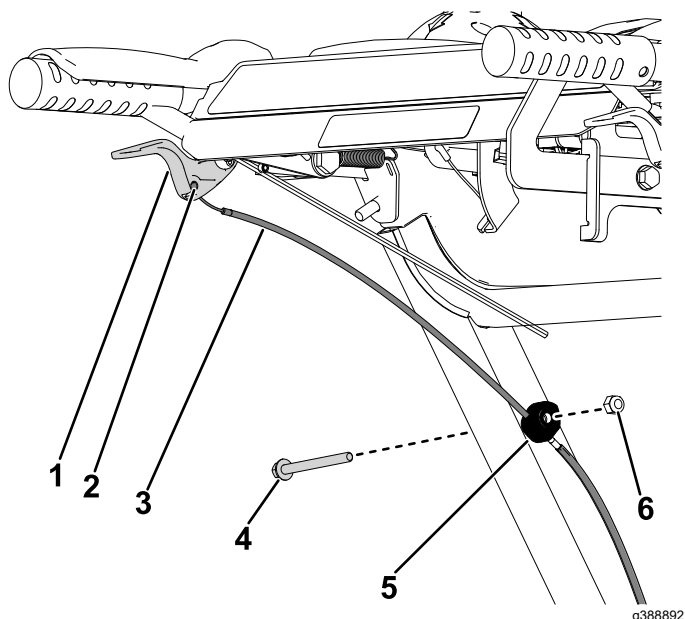

Figura 5
6. Do lado esquerdo da máquina, desligue o cabo da embraiagem da alavanca da embraiagem (Figura 5). Repita no lado direito.
7. Do lado esquerdo da máquina, remova a porca sextavada ($\frac{1}{4}$ pol.) e o parafuso ($\frac{1}{4} \times 2\text{--}3\frac{1}{4}$ pol.) que prendem a abraçadeira do cabo ao tudo da pega inferior (Figura 5). Repita no lado direito.